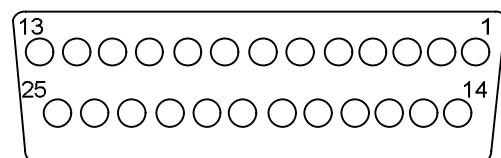

Рис.2. Нумерация контактов на разъеме входных/выходных сигналов, вид со стороны разъема на корпусе
Нумерация контактов разъема входных/выходных сигналов (3), а также их обозначение показано на рис.2